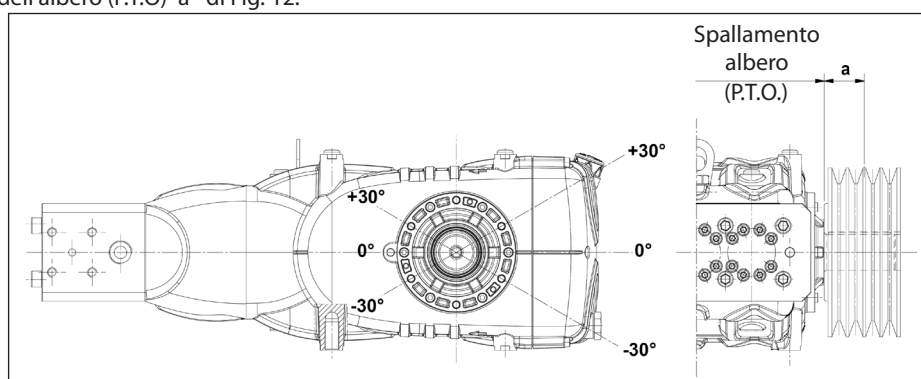

Fig. 12
La trasmissione è considerata adeguata se tale carico è applicato ad una distanza massima $a = 40$ mm dallo spallamento dell'albero (P.T.O) come indicato in Fig. 12.
- b) Utilizzare cinghie ad alto rendimento - per esempio **XPB** invece di **SPB** - in quanto risulterà necessaria una quantità inferiore di cinghie a parità di potenza trasmessa ed una conseguente distanza inferiore della risultante rispetto allo spallamento dell'albero (P.T.O.) "a" di Fig. 12.
- e) Seguire la direzione del tiro cinghia come indicato in Fig. 12 per esigenze diverse l'**Ufficio Tecnico** o **Servizio Assistenza Clienti**.